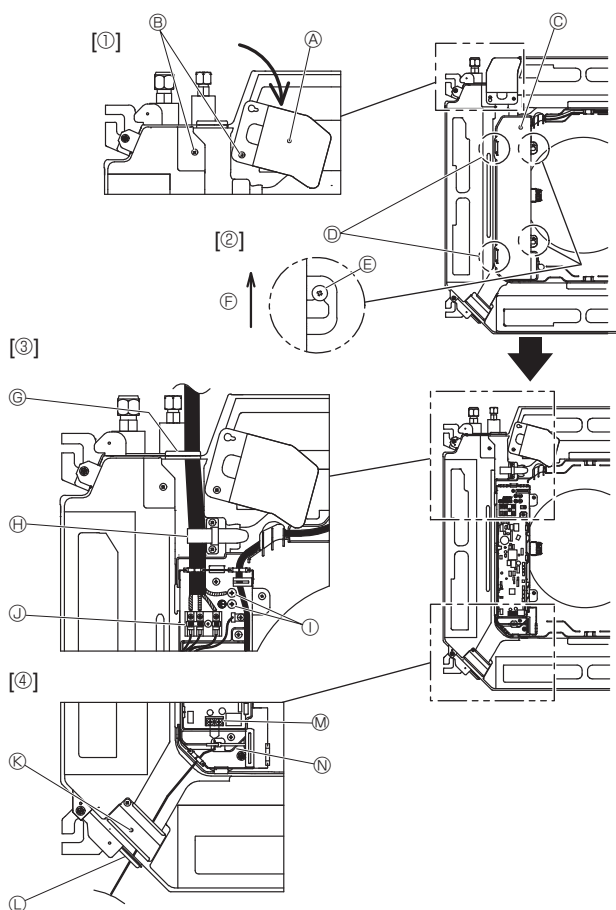
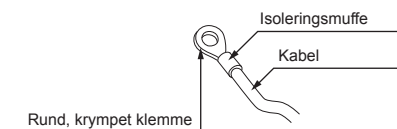
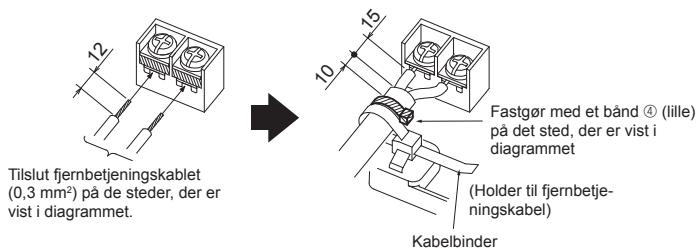

Fig. 6-1
Fig. 6-2
Fig. 6-3
6.1. Indendørs enhed (Fig. 6-1)
1. Løsn de to skruer, der holder servicepanelet til elektrisk ledningsføring fast, og vend derefter servicepanelet til elektrisk ledningsføring. [Fig. 6-1 ①]
2. Løsn de to skruer, der holder dækslet over el-boksen fast, og skub derefter dækslet af. [Fig. 6-1 ②]
3. Før strømkablet, indendørs-/udendørsenhedens tilslutningskabel og jordforbindelseskablet gennem de respektive åbninger til ledningsføring som vist i diagrammet. [Fig. 6-1 ③] Sæt den kappeklædte del af strømkablet og indendørs-/udendørsenhedens tilslutningskabel i el-dåsen. Brug runde, krympede klemmer til klembrættet til indendørs-/udendørsenheden og det valgfrie strømforsyningsklemmesæt. [Fig. 6-2] Følg fremgangsmåden i Fig. 6-3-6-6, hvis du ikke kan bruge runde, krympede klemmer. Se 6.1.1. og 6.1.2. for at få flere oplysninger om forbindelsen.
4. Før fjernbetjeningens styrekabel gennem de respektive åbninger til ledningsføring som vist i diagrammet. [Fig. 6-1 ④, Fig. 6-3] Se 6.1.1. og 6.1.2. for at få flere oplysninger om forbindelsen.